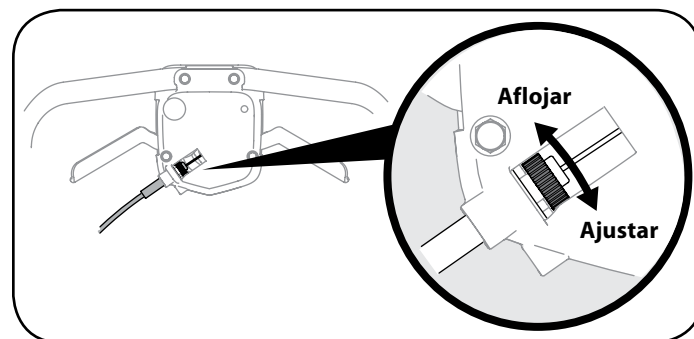

Figura 17
- a. Una vez que el motor esté funcionando y sin dejar de mantener el control de la cuchilla, apriete uno (o ambos en coche) los controles de la transmisión contra la manija superior para propulsar la podadora. Vea Figura 17.